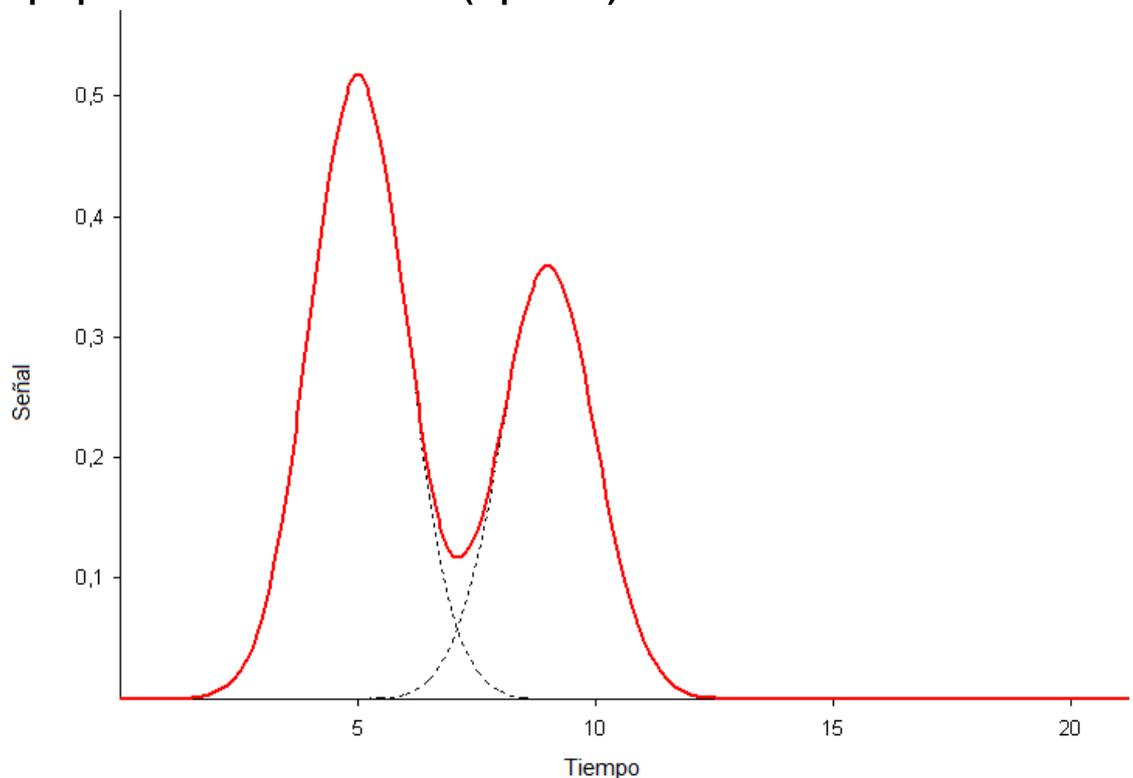

Figura 1. Cromatograma
- b) En base al siguiente cromatograma ¿qué podría modificar para lograr una adecuada separación de los compuestos mostrados en la figura 1, si cuenta con un equipo de HPLC que permite solo elución isocrática? **Explique en máximo 10 líneas. (5 puntos)**
- b) En base al siguiente cromatograma ¿qué podría modificar para lograr una adecuada separación de los compuestos mostrados en la figura 1, si cuenta con un equipo de HPLC que permite solo elución isocrática?